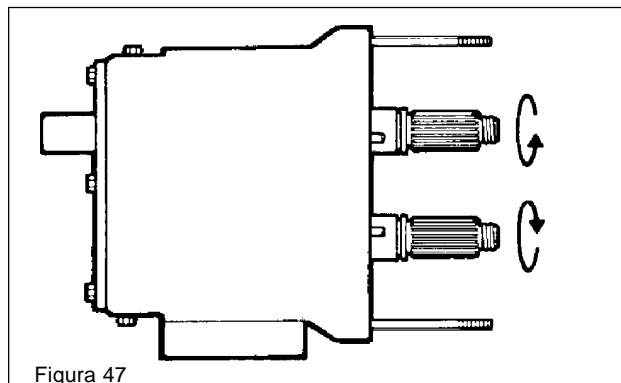

Figura 47
- Contrajuego de los engranajes Si existe un movimiento libre al girar cualquiera de los ejes sin transmitir movimiento al otro eje, el contrajuego es excesivo. (Vea la figura 47)